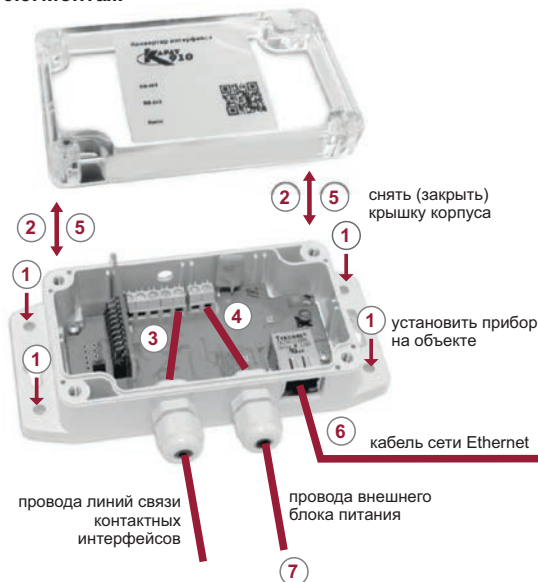

Рисунок 3 – Порядок проведения технологических операций при монтаже конвертера на объекте
- ввести провода в корпус прибора через кабельный ввод (рисунок 3);